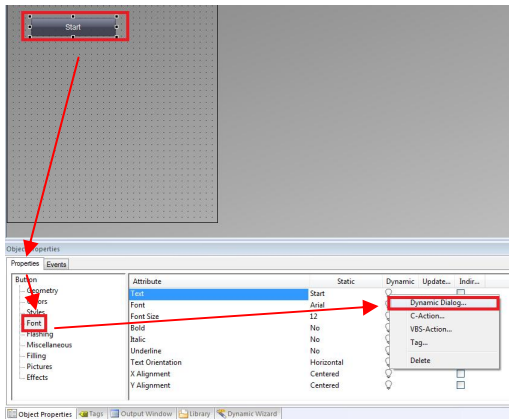
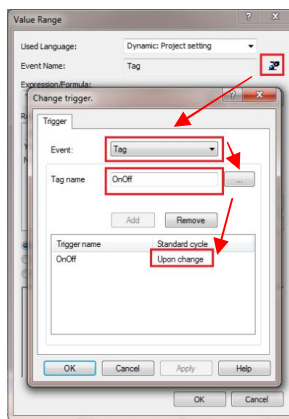
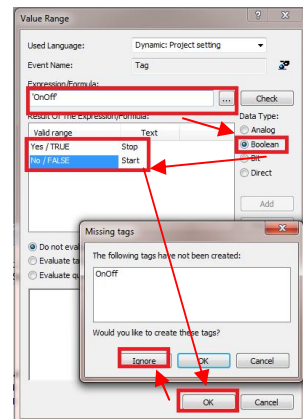

图 3-10
图 3-11
图 3-12
3. 按钮文本动态变化的设置。选中按钮，在 Properties->Button->Font 中，右键点击 Text 的小灯泡图标，选择 Dynamic Dialog，如图 3-10 所示。在弹出的 Value Range 对话框中，点击 Event Name 右边的浏览图标进行动作触发器的设置，Event 选为 Tag，Tag name 为用以触发动作的变量，此处为 OnOff，将 Standard cycle 选为 Upon change，点击 OK 保存设置，如图 3-11 所示。回到 ValueRange 对话框，将 Expression 填' OnOff'，变量类型选择 Boolean，并编辑对应状态下的文本，点击 OK 后会弹出 Missing tags 提示框，忽略即可，如图 3-12 所示。说明：会弹出提示框是因为我们关联的变量 OnOff 只是一个结构变量的元素名，系统目前无法在变量表中找到，故目前先忽略该提示。